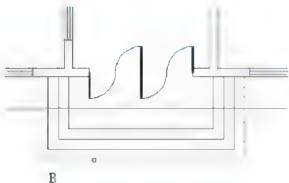

图 2.105 选择 B 线为剪切边界
(1) 在选择剪切边...: 选择对象或全部选择: 提示下, 选择台阶 B 线作为剪切边, 如图 2.105 所示。按 Enter 键进入下一步命令。